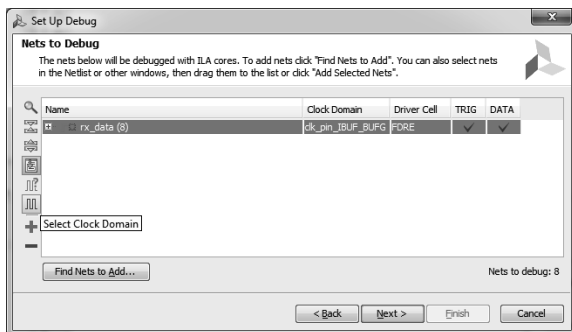

Рисунок 7.15 - Мережі, що залишилися після видалення вже підключених мереж в майстрі *Set Up Debug*
led\_pins (8) і rx\_data\_rdy. Натисніть *RemoveNets* на бічній панелі, щоб видалити раніше згадані мережі зі списку (рис. 7.15).